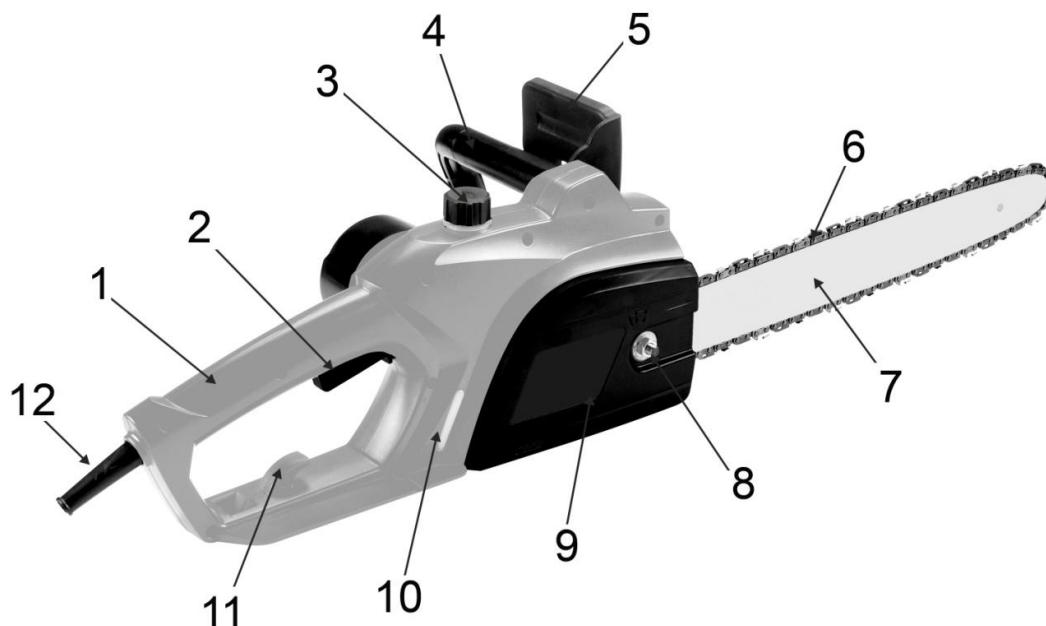

Рис. 1
Щиток тормоза цепи (5)(См. Рис.1).
- Для безопасности, цепная пила оснащена инерционным тормозом цепи (4)(См. Рис.1). Тормоз цепи также может включиться автоматически в случае резкого, сильного отскока, который вызывается прикосновением конца пилы к древесине во время работы. Тормоз цепи установлен, чтобы блокировать пильную цепь перед стартом и для моментальной остановки в экстренных случаях.
- Убедитесь, что щиток тормоза цепи (5) сдвинут в положение ВКЛ (вперед) (См. Рис. 1).
- Отвинтите крепящую гайку шины (8)(См. Рис.1).
- Снимите крышку тормоза цепи (9), потянув ее вверх.
- Открутите крышку наливной горловины бака (3)(См. Рис.1).
- Залейте необходимый объем масла в бак, контролируя его уровень по мерному окну (10)(См. Рис.1).
Обхватите переднюю дуговую ручку пилы (4) левой рукой. Правой рукой возьмитесь за заднюю ручку (1)(См. Рис.1).